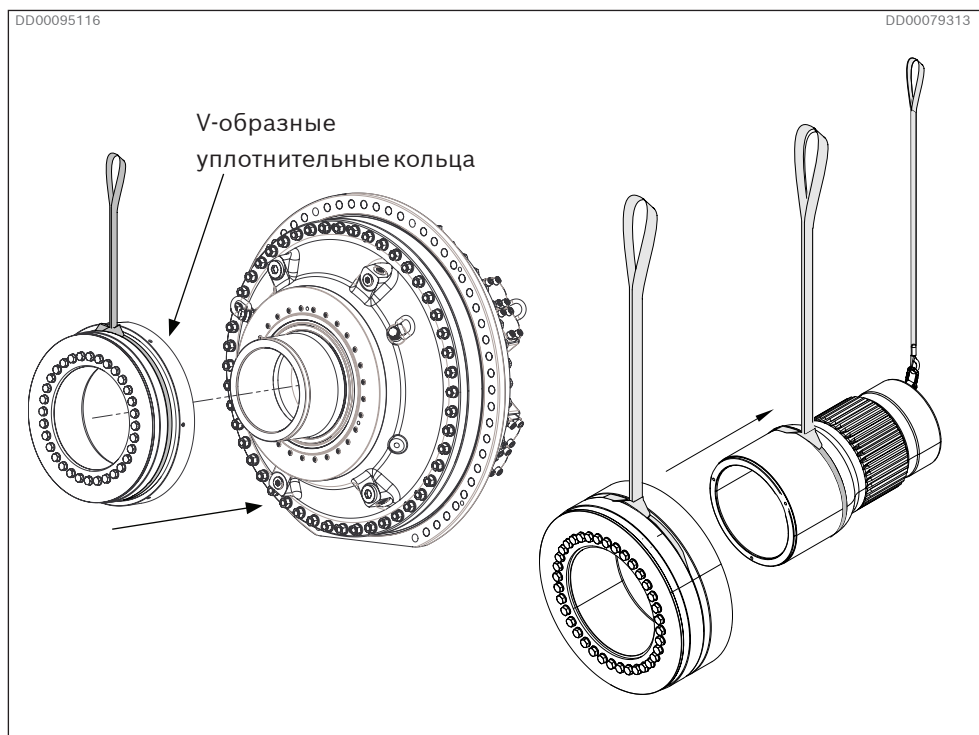
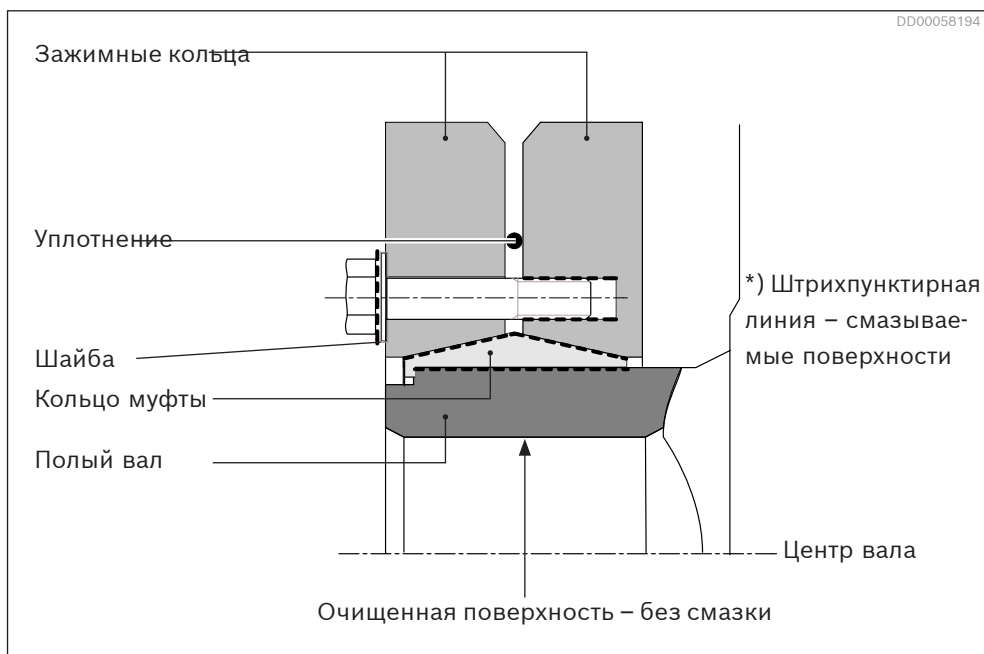

Рис. 39. Монтаж муфты на адаптер вала или мотор, оснащенный муфтой
Рис. 40. Муфта
1. Учтите, что муфта поставляется со смазанными коническими поверхностями и винтами (см. Рис. 40). Эта смазка должна оставаться на этих поверхностях.
- Смазка ни в коем случае не должна попадать на поверхности между приводным валом и мотором, оснащенный муфтой, или адаптером вала (см. Рис. 40).
6. Установите муфту на полый вал. Используйте одобренный строп между зажимными кольцами. (См. Рис. 39 и Рис. 40) Муфта должна быть полностью передвинута до конца полого вала. При необходимости отделите зажимное кольцо для облегчения монтажа.
*) Конусная поверхность между кольцом муфты и зажимными кольцами, а также винты должны быть покрыты пастой Molykote G-Rapid plus (см. Рис. 40). Эта операция выполняется на заводе перед поставкой.